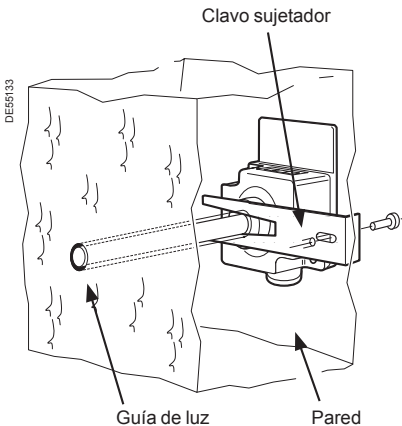

Fig. 9
- o una caja anti-vandalismo (fig. 9).